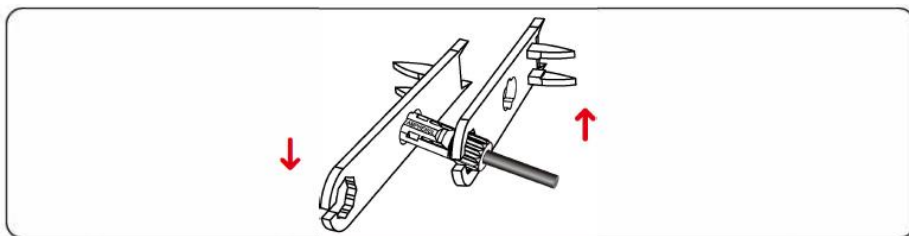

Figura 5.14 Fijación de conectores
**Paso 4** Apriete las tuercas de seguridad de los conectores positivo y negativo con una llave de extracción, como se muestra en la figura 5.14.